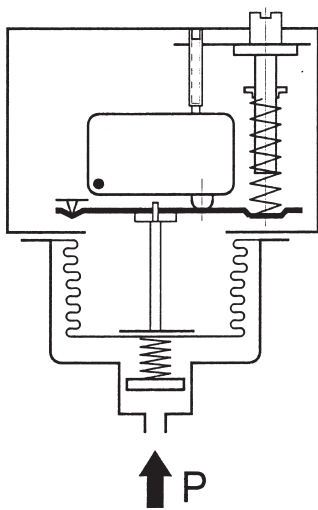

Bild 2
- Durch den Nachweis einer Dauerprüfung mit 2 Mio. Schaltspielen während der Bauteilprüfung (siehe Bild 2).